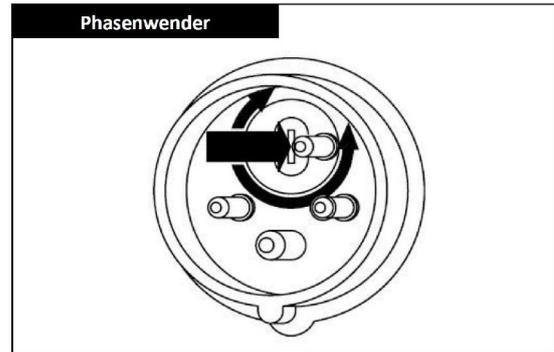

fig. 6: Inversor de fase
Paso 4: Si se diera el caso, corrija la dirección de rotación instalando un inversor de fase. (fig.6). Después vuelva a comprobar el sentido de rotación.